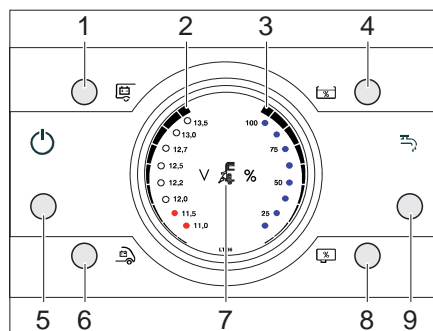

Bild 171 Panel LT 96
Die 230-V-Kontroll-Leuchte (Bild 171,7) leuchtet, wenn am Eingang des Elektroblochs Netzspannung vorhanden ist.
Der 12-V-Hauptschalter (Bild 171,1) schaltet das Panel und die 12-V-Versorgung des Wohnraums ein und aus.
- Taste 12-V-Hauptschalter (Bild 171,1) kurz drücken.
Mit den Tasten Wohnraumbatterie (Bild 171,1) und Starterbatterie (Bild 171,6) wird der Ladestatus der Batterien angezeigt.
- Taste Wohnraumbatterie (Bild 171,1) drücken.
- Die Batterieladung wird angezeigt (Bild 171,2).
- Taste Starterbatterie (Bild 171,6) drücken.
Mit den Tasten Füllstand Wassertank (Bild 171,4) und Füllstand Abwassertank (Bild 171,8) lassen sich die Wassermenge und die Abwassermenge anzeigen.
- Taste Füllstand Wassertank (Bild 171,4) drücken.
- Der Füllstand des Wassertanks wird angezeigt (Bild 171,3).
- Taste Füllstand Abwassertank (Bild 171,8) drücken.
- Der Füllstand des Abwassertanks wird angezeigt (Bild 171,3).
Mit der Taste Wasserpumpe EIN / AUS (Bild 171,9) lässt sich die Wasserpumpe aktivieren bzw. deaktivieren. Das eigentliche Einschalten der Wasserpumpe erfolgt beim Öffnen eines Wasserhahns bei aktivierter Wasserpumpe. Ist die Wasserpumpe deaktiviert, bleibt die Wasserpumpe auch beim Öffnen eines Wasserhahns ausgeschaltet.
- Taste Wasserpumpe EIN / AUS (Bild 171,9) kurz drücken.
Die LED "11,0 V" in der Anzeige (Bild 171,2) blinkt, sobald die Spannung der Batterie 11 V (Messung bei laufendem Betrieb) unterschreitet und damit Tiefentladung droht.